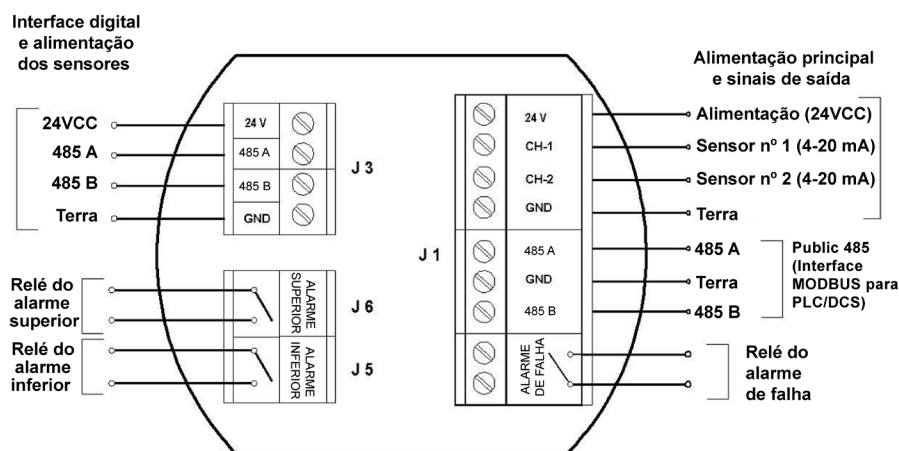
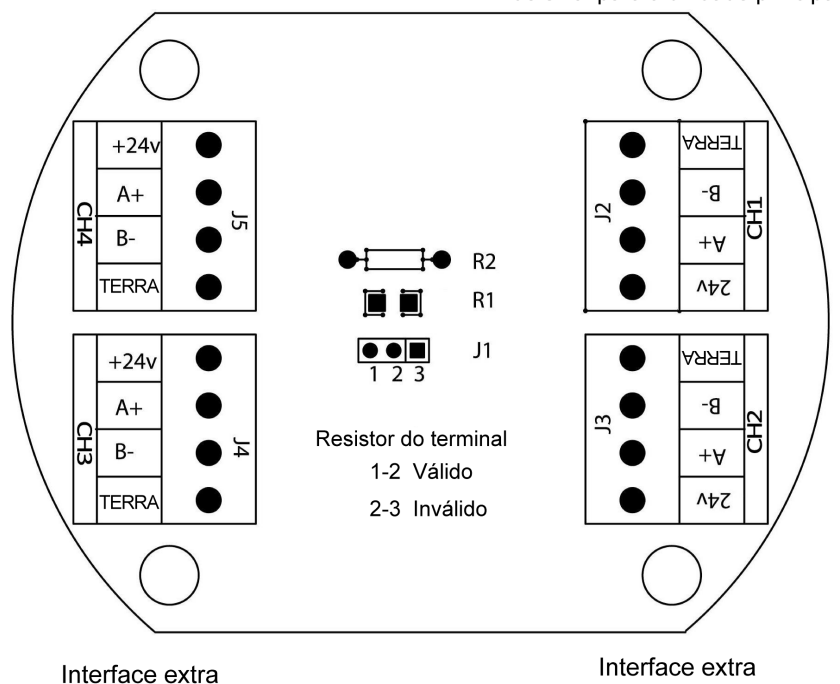
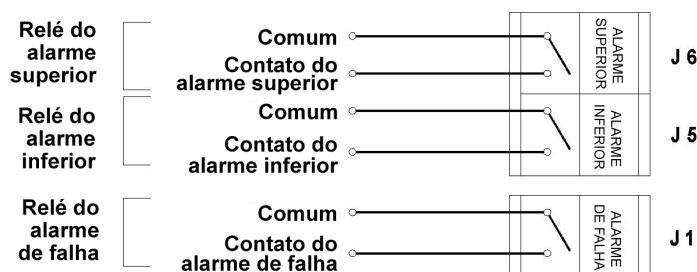

Figura 2-4 Módulo eletrônico para **iTRANS-2** (unidade principal)
Figura 2-5 Placa eletrônica para **iTRANS-2** sensor remoto
Figura 4-1 Conectores do relé de alarme J6, J5
O módulo eletrônico do detector de gás **iTRANS-2** contém conectores e jumpers para realizar a fiação e a configuração do dispositivo. O módulo eletrônico para a unidade principal **iTRANS-2** é mostrado em Figura 2-4. O módulo eletrônico para a unidade remota é mostrado em Figura 2-5. Os detalhes da fiação são explicados no 4 Fiação do Sistema.
Para conectar os fios de controle do **iTRANS-2** aos três terminais de relé na placa retransmissora, conecte a unidade aos conectores mostrados em Figura 2-4. O relé de alarme inferior é ativado quando o limite de alarme inferior é atingido. Este é um contato sem travamento normalmente aberto (NO). O relé de alarme superior é ativado quando o limite de alarme superior é atingido. Este é um contato sem travamento normalmente aberto (NO). O relé de alarme de falha é ativado ao ligar o **iTRANS-2**. Quando uma condição de falha é atingida, o circuito abre. Esse é um contato eletronicamente fechado (NO). Consulte a Figura 4-1 para a fiação do relé.